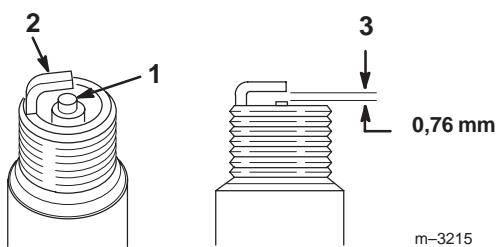

Bild 40
1. Sehen Sie sich die Mitte der Zündkerze an (Bild 40). Wenn der Kerzenstein hellbraun oder grau ist, ist der Motor richtig eingestellt. Eine schwarze Schicht am Kerzenstein weist normalerweise auf einen schmutzigen Luftfilter hin.
2. Prüfen Sie den Abstand zwischen den mittleren und seitlichen Elektroden (Bild 40).
3. Verbiegen Sie die seitliche Elektrode (Bild 40), wenn der Abstand nicht stimmt.